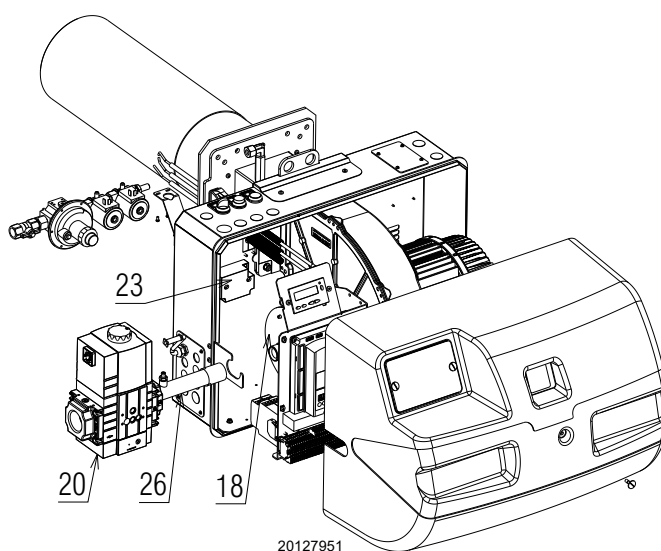
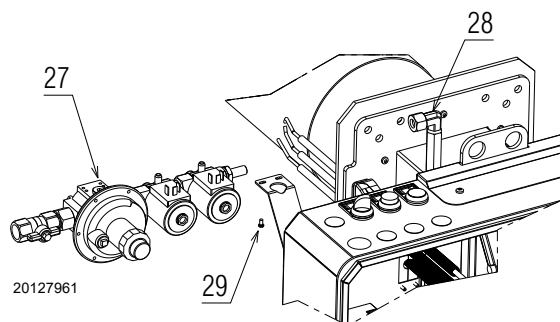

Fig. 22
Fig. 23
- Fixer le groupe rampe principale 20)(Fig. 22) au mélangeur 18)(Fig. 22) à l'aide du tuyau 26)(Fig. 22) fourni en dotation.
- Insérer la rampe pilote 27)(Fig. 23) sur le mamelon 28)(Fig. 23) et serrer l'écrou jusqu'en butée.
- Fixer la rampe pilote 27)(Fig. 23) à l'aide des vis 29)(Fig. 23).
Utiliser du mastic approprié et vérifier en marche l'étanchéité de gaz générale et en particulier du tuyau 26)(Fig. 22) et du mamelon 28)(Fig. 23).